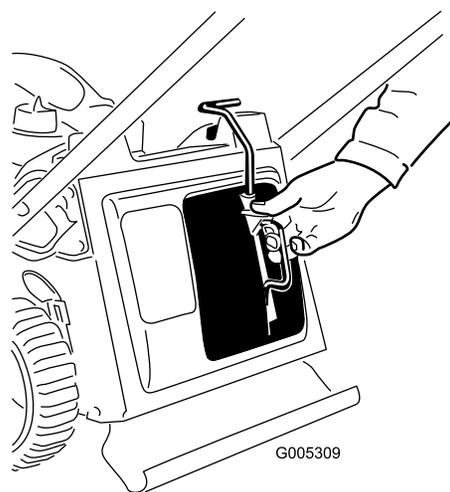

Figura 29
- Montate il tappo mulching (Figura 29).